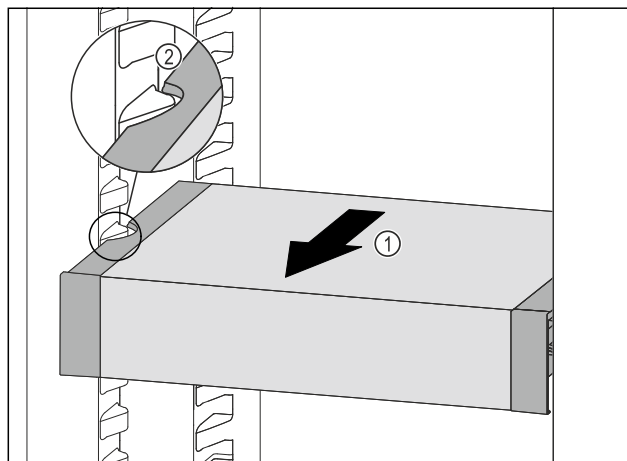

Fig. 68
- Изтеглете VarioSafe напред Fig. 68 (1), докато страничните прорези на VarioSafe се намират на височината на реброто на съда в хладилната част. Fig. 68 (2)